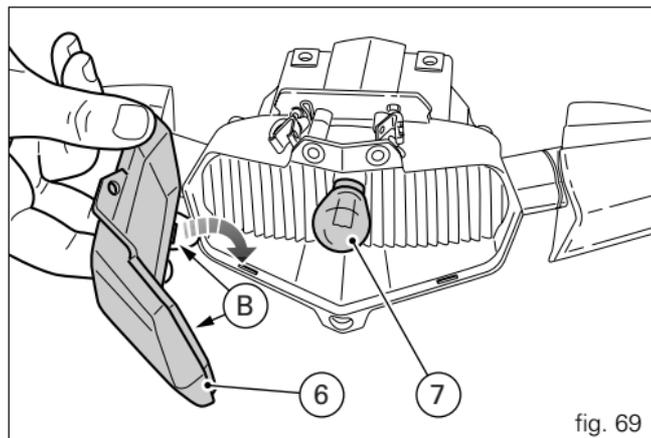

fig. 69
Sortir l'ampoule (7) en la poussant et en la tournant dans le sens inverse des aiguilles d'une montre puis la remplacer (fig. 69).